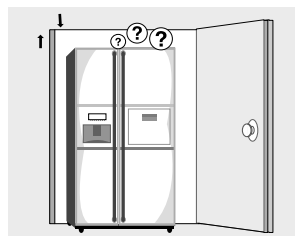

Figura 3
- Dimensiones incluyendo las manijas de la puerta: 925 mm (ancho) x 881 mm (profundidad) x 1.808 mm (alto). (Figura 3)